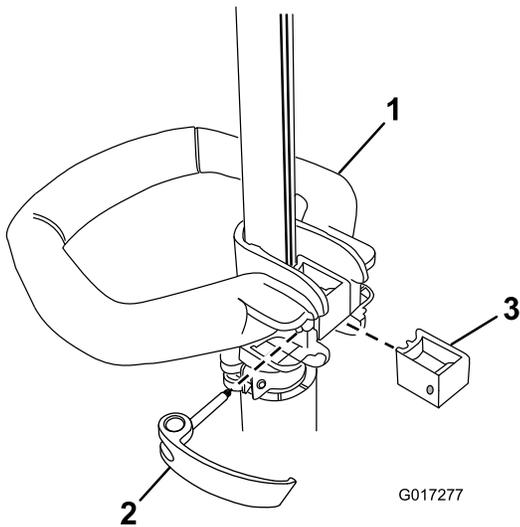

Figura 4
1. Coloque la empuñadura auxiliar sobre el mango de la desbrozadora con la superficie lisa hacia el operador (Figura 4).
2. Introduzca la pieza de refuerzo en la empuñadura auxiliar de manera que el refuerzo encaje en la ranura del mango (Figura 4).
3. Introduzca el pestillo desde la izquierda a través de la empuñadura y la pieza de refuerzo, según se indica, y apriete el tornillo del pestillo con un destornillador Phillips (Figura 4).